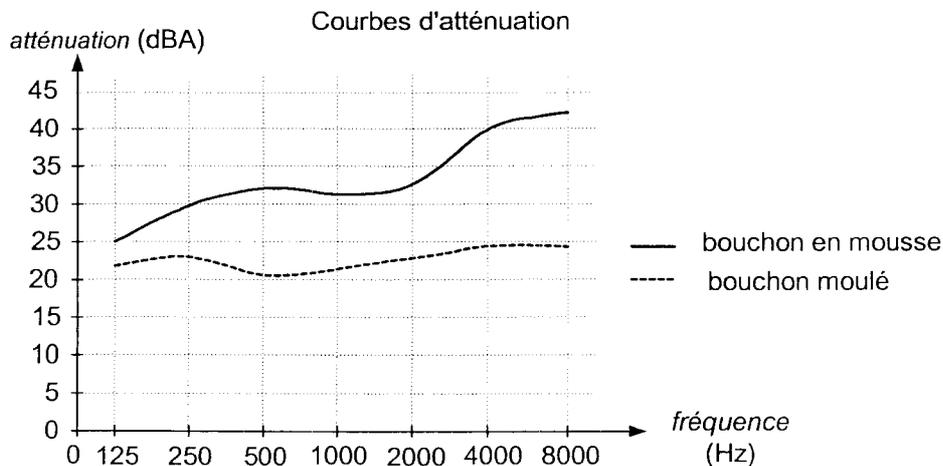

Figure 9
Sur un document publicitaire, un fabricant fournit les courbes d'atténuation correspondant aux deux types de bouchons (**figure 9**). On représente ainsi la diminution du niveau sonore due au bouchon en fonction de la fréquence de l'onde qui le traverse.
3.2. En utilisant la courbe d'atténuation (**figure 9**), indiquer si un bouchon en mousse atténue davantage les sons aigus ou les sons graves.
5.2. Le batteur est porteur de bouchons moulés en silicone correspondant au document publicitaire. En vous aidant de la **figure 9**, préciser si ses facultés auditives peuvent être altérées au cours du concert ?